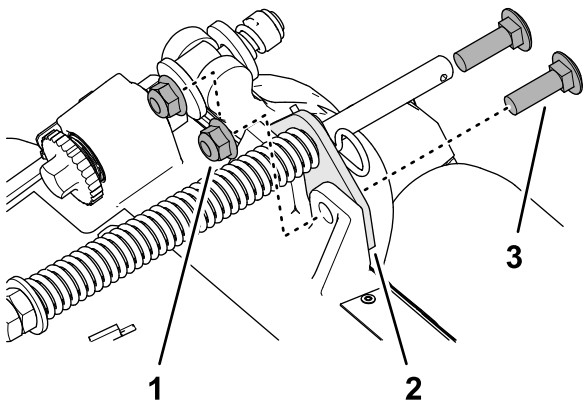

**Bild 16**
1. Wenn der Splint im hinteren Loch der Kompensierungsfederstange installiert ist, entfernen Sie den Splint und setzen Sie ihn in das Loch neben der Halterung ein (**Bild 16**).